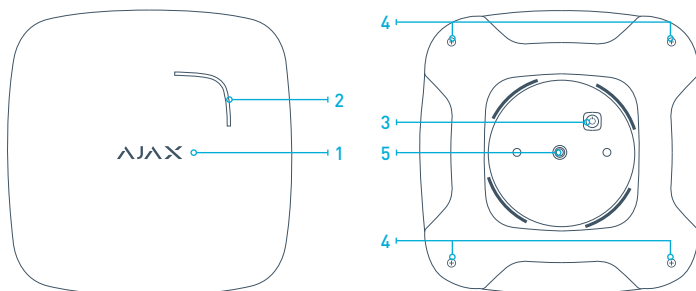

РИС. 1. Датчик FireProtect
4.1 Для регистрации датчика необходимо перевести приемное устройство охранной системы Ajax в режим «Добавить устройство» (как это сделать см. в руководстве к приемному устройству) и включить датчик зажатием кнопки «3» (РИС.1) на 3 секунды. В момент включения исправный датчик должен мигнуть зеленым светодиодом «1» (РИС.1). Запрос на регистрацию передается только в момент включения датчика! Если регистрация датчика в охранной системе по какой-либо причине не произошла, FireProtect мигает зеленым светодиодом 6 раз с периодичностью раз в секунду, после чего переходит в автономный режим. Чтобы повторить регистрацию – включите датчик зажав кнопку на 3 с и выдержав паузу в 5 секунд включите его снова. Если FireProtect был удален из списка зарегистрированных в охранной системе устройств, то он аналогично мигает зеленым светодиодом 6 раз с периодичностью раз в секунду, после чего автоматически переходит в автономный режим.
5.5 Активация режима тревоги сопровождается звуковым сигналом встроенной сирены и световой индикацией – на датчике загорается красный светодиод. В режиме тревоги предусмотрена возможность отключить звуковой сигнал примерно на 10 минут нажатием сенсорной кнопки «ТЕСТ» («1», РИС.1), которая находится в центре логотипа AJAX. Световая индикация тревоги при этом не отключается, на приемник при этом никаких сообщений не приходит и он продолжает детектировать тревогу. Если через 10 минут уровень дыма, температура или уровень содержания CO в воздухе не нормализовались, звуковой сигнал воспроизводится повторно.
5.11 Перед установкой обязательно проведите тест, чтобы убедиться в работоспособности датчика дыма. При включенном работающем датчике (без тревоги) нажмите на 5-10 секунд на корпусе кнопку «ТЕСТ» («4», РИС. 1) в центре логотипа AJAX, это переведет датчик в режим самотестирования приблизительно на 5 секунд. В режиме самотестирования проверяется работоспособность дымовой камеры, производится электронная имитация присутствия дыма, и если дымовая камера исправна – выдается звуковой сигнал.
6.6 Своевременно заменяйте батареи питания на новые. При разряде батареи датчик передает соответствующий сигнал на центральный блок сигнализации. О разряженной батарее датчик также сигнализирует звуковыми сообщениями: один короткий звуковой сигнал – разряжены основные батареи CR2; два коротких звуковых сигнала – разряжена дополнительная батарея CR2032; три звуковых сигнала – разряжены обе батареи. Для замены батареи выключите датчик, открутите саморезы «4» (РИС.1) и снимите крышку датчика. В конструкции датчика предусмотрены элементы, блокирующие его закрытие без установленных основных батарей. Замените разряженные батареи на новые, соблюдая полярность. Включите датчик.